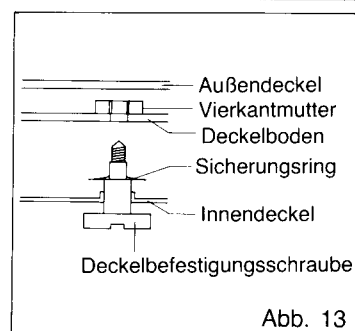

Abb. 13
- A) Die 2 Deckelbefestigungsschrauben lösen. Abb. 13.
**Anmerkung:** Die Schrauben sind am Deckel mit Hilfe von Sicherungsringen befestigt. Sie können nicht herausgenommen werden. Abb. 13.